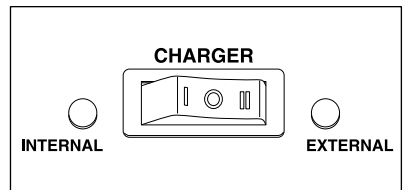

Fig. 5
- Si la tension est supérieure à 5V, branchez le cordon d'alimentation du Rescue 4000/4050 dans une prise 120V CA et mettre l'interrupteur à bascule sur le devant de l'appareil pour EXTERNE. (Fig. 5)